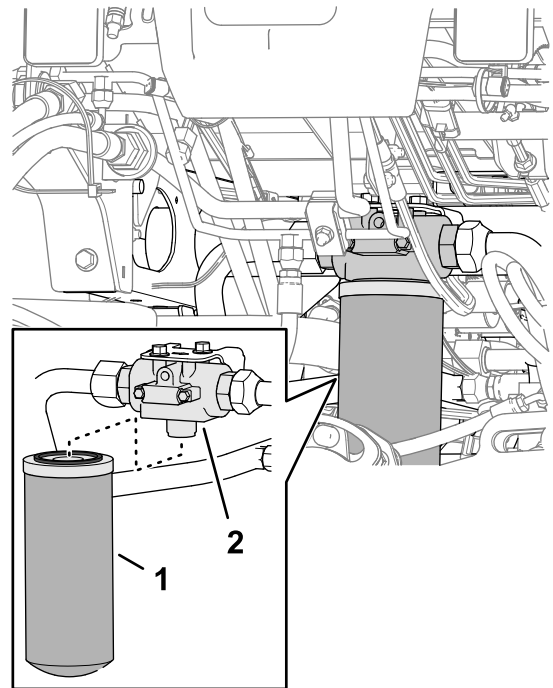

Bild 148
2. Legen Sie an der Vorderseite der Maschine eine Auffangwanne unter den saugseitigen Hydraulikölfilter (Bild 148).